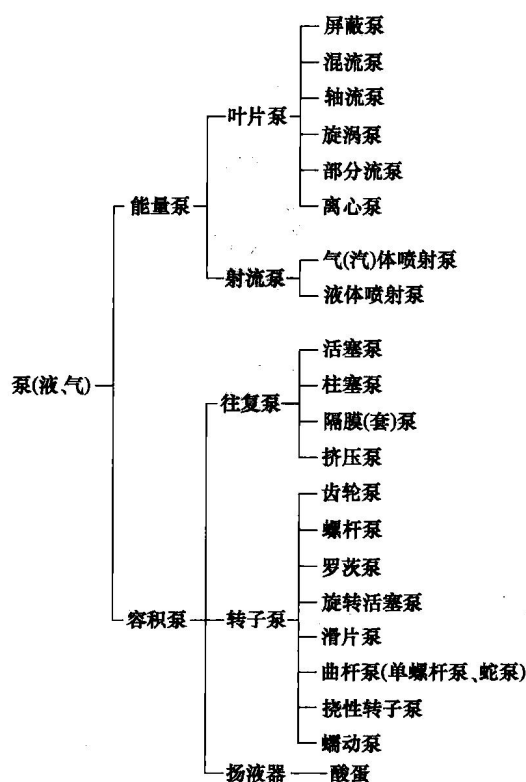

图 1-1 泵分类框图
(1) 能量泵 依靠速度（动能）来传输流体的泵（或风机），如离心泵、离心风机等。
(2) 容积泵 利用活塞或转子将一定体积的流体，周期性的一个容积一个容积的传输泵详细分类如图 1-1，如柱塞泵、齿轮泵、往复泵等。